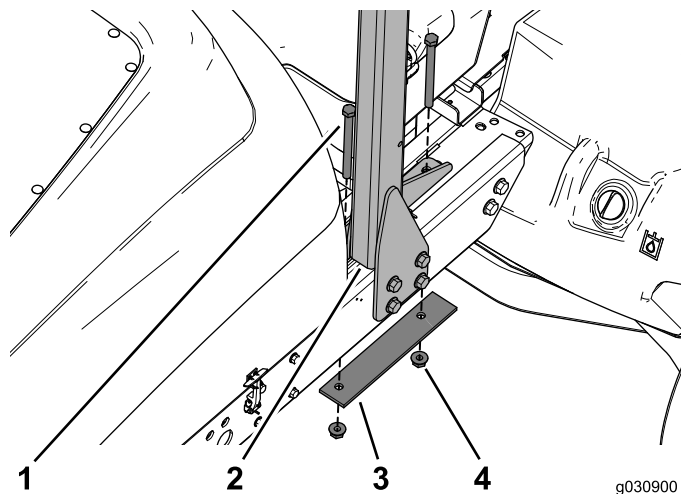

图5
6. 整理好线束板和电池盒，以便拆下 2 个螺栓、加强板，以及将 ROPS 固定到机架顶部的凸缘螺母（图 5）。